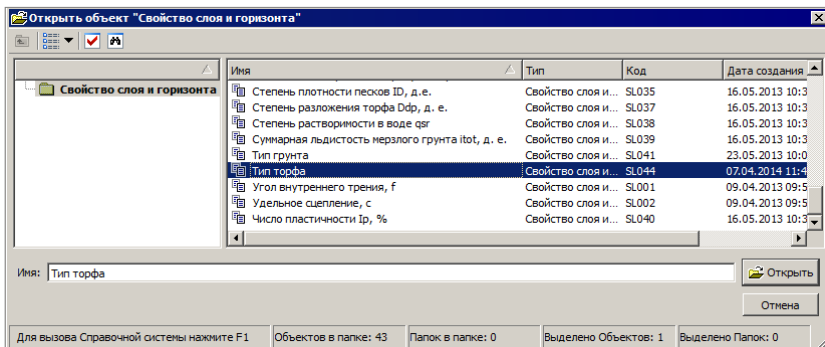

Рис.7.5
- Кнопка в поле параметра **Выбор свойства для определения типа торфа** открывает диалог, в котором необходимо выбрать семантическое свойство *Тип торфа* (рис. 7.5). Это свойство является ключом для связи с геологическим строением проекта геологии (вода имеет значение 6, торф типа ШБ–5, ША–4, П–3, ПБ–2, IA–1, минеральное дно – 0).